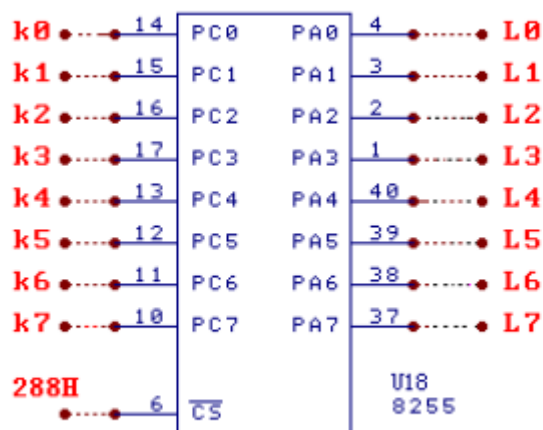

图 20
(1) 实验电路如图20，8255C口接逻辑电平开关K0~K7，A口接LED显示电路L0~L7，电路模块原理图见前面介绍。编程从8255C口输入数据，再从A口输出。